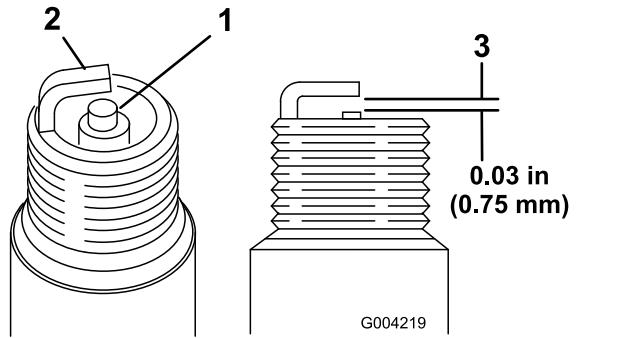

図 16
1. 中央の電極部を観察する図 16。絶縁体部がうす茶色や灰色なら適正、碍子が黒くなっているのは不完全燃焼であるエアクリーナの汚れが原因であることが多い。
2. プラグの電極間のエアギャップ 図 16を点検し、
3. 適正值から外れていれば外側の電極 図 16を曲げて調整する。